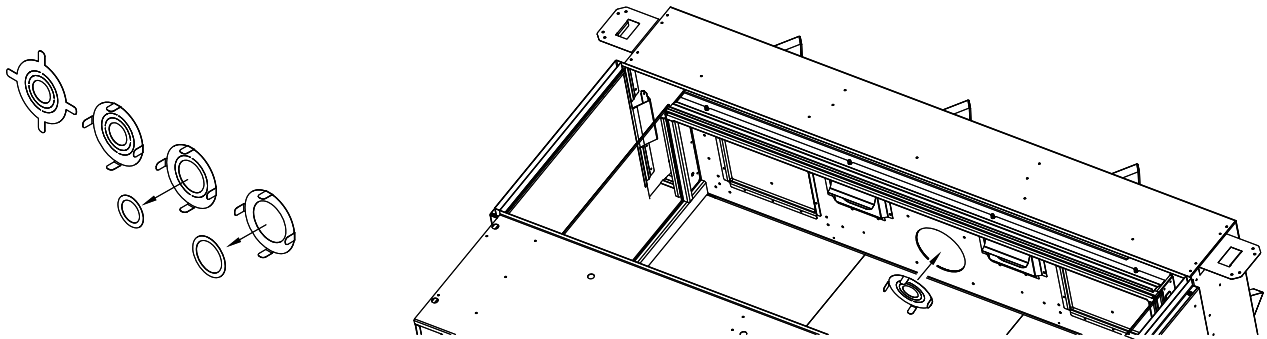

Figure 10.4 - Installation de la plaque de restriction d'évacuation
Les terminaisons verticales peuvent créer des flammes actives et compactes. Si ce n'est pas l'apparence souhaitée, la plaque de restriction peut devoir être installée ou modifiée après l'installation du conduit d'évacuation. L'accès à la sortie d'évacuation peut se faire par le plafond de la chambre de combustion du foyer. Voir la Figure 10.4.
- 3. Insérez la plaque de restriction dans le conduit d'évacuation de 5 po (127 mm), en dirigeant les pattes vers le bas, tel que montré à la Figure 10.4.
- 4. Insérez la plaque de restriction dans le conduit d'évacuation de 5 po (127 mm), en dirigeant les pattes vers le bas, tel que montré à la Figure 10.4.